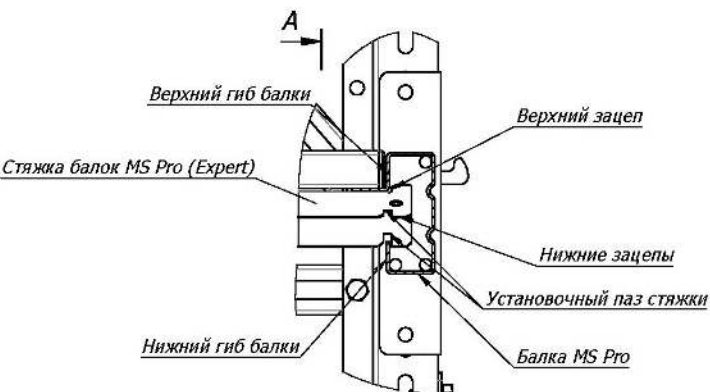
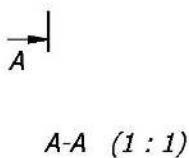
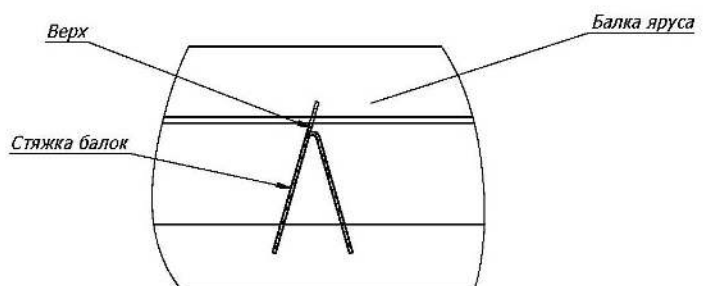

Рис.1
Рис.2
Рис.3
3. Убедитесь, что верхний и нижние зацепы не упираются в балку яруса, а установочные пазы попадают в нижний гиб балки (См. Рис.1). Затем взяв двумя руками за гибы стяжки балок (См. Рис.2), поворачивайте стяжку балок на 90° преодолевая усилие до характерного "щелчка" (Стяжку держат в местах рядом с балкой во избежание деформации гибов стяжки при повороте). Правильно установленная стяжка должна выглядеть как перевернутая на 180° латинская буква V. (См. Рис.3). Аналогичным образом завести в зацепление с балкой противоположный торец стяжки балок.